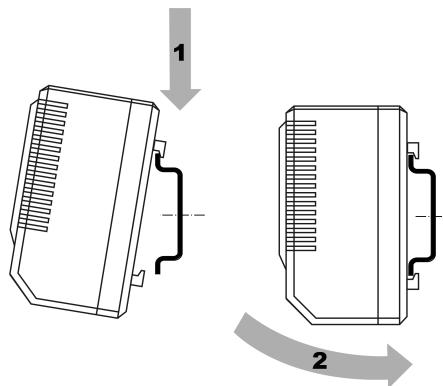

Рисунок 5.1 – Монтаж термостата на DIN-рейку
- Установить термостат верхним зацепом на DIN- рейку и надавить вниз (см. рисунок 5.1, стрелка 1).
- Прижать термостат к DIN-рейке до щелчка (см. рисунок 5.1, стрелка 2).